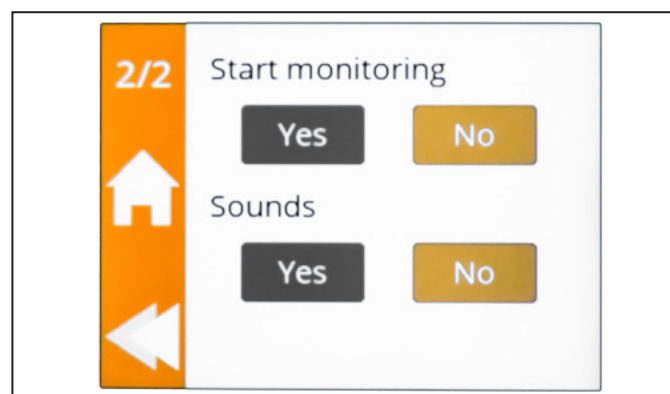

Bild 5.6 Meny Inställningar 2/2
► Öppna menyn **Inställningar (Settings)** och bläddra till den andra sidan, se Bild 5.6.